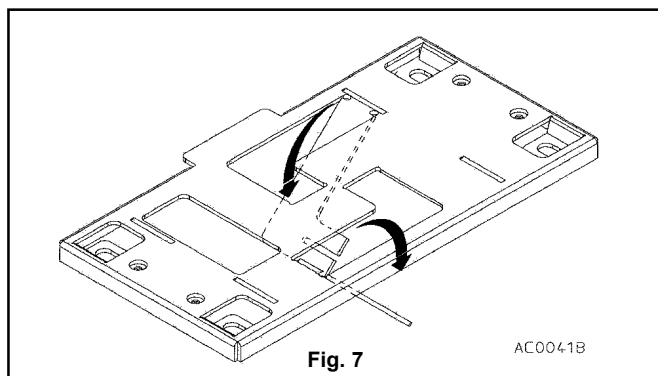

Fig. 7
- Piegare di 90° verso il basso le due L di ancoraggio ricavate nella piastra di ancoraggio (fig. 7) e tappare i fori filettati per evitare che si riempiano di detriti.